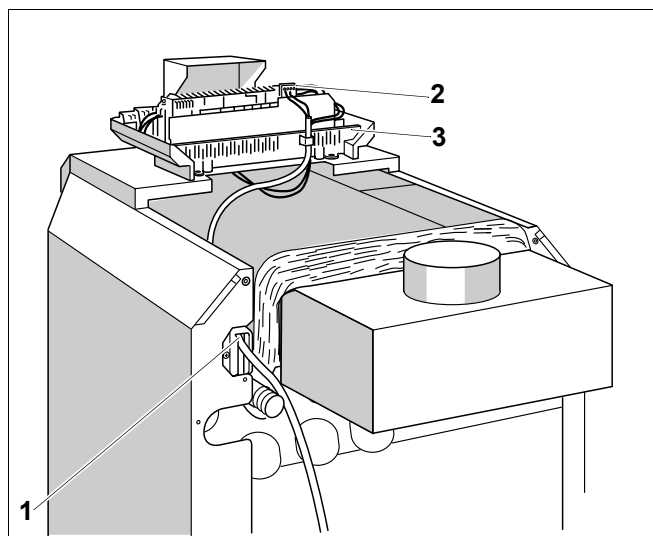

Рис. 17 Кабельный ввод и штекерные соединения
- Электрические соединительные провода заказчика и соединительный провод от системы контроля дымовых газов провести к системе управления снизу через кабельный ввод (рис. 17, **поз. 1**).
- Электрические подключения к штекерам (рис. 17, **поз. 2**) системы управления (рис. 17) выполнять согласно прилагаемой схеме.